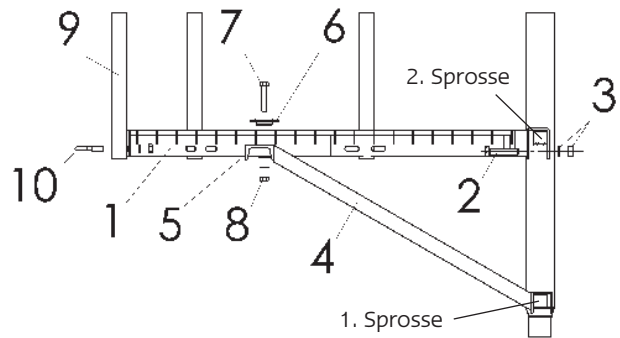

Abb. 26: Standrost für Rückenschutzkorb Typ 0529.2010
len sind mit Zink-Dickschichtlack Typ 0052.9010 zu lackieren und Rohrenden mit Kunststoffkappen zu verschließen. Die Rückenschutzverbindungsrohre werden direkt mit dem Standrost mittels Bügelschraube (Abb.26) und Muttern verschraubt. die 3/4 Rückenschutzbügel der einzelnen Leiterzüge sind mit einem verbindler zur Stabilisierung miteinander zu verschrauben.
2.8 Montage Standrost (Abb. 26)